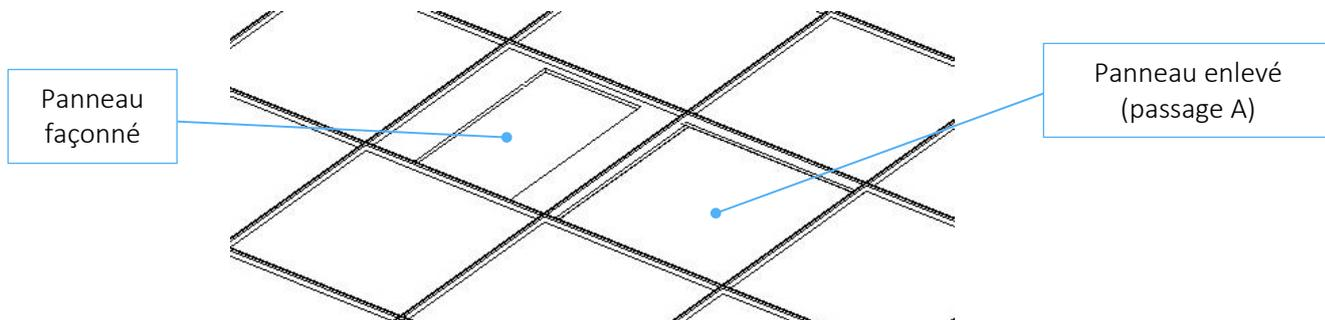

Fig. 10 *Fixation faux plafond 60x60: passage B.*
- B. Donner à l'un des deux la forme d'une fenêtre (centrée par rapport au panneau), dimensions 552x332 mm et replacer le panneau dans le module choisi (Figure 10).